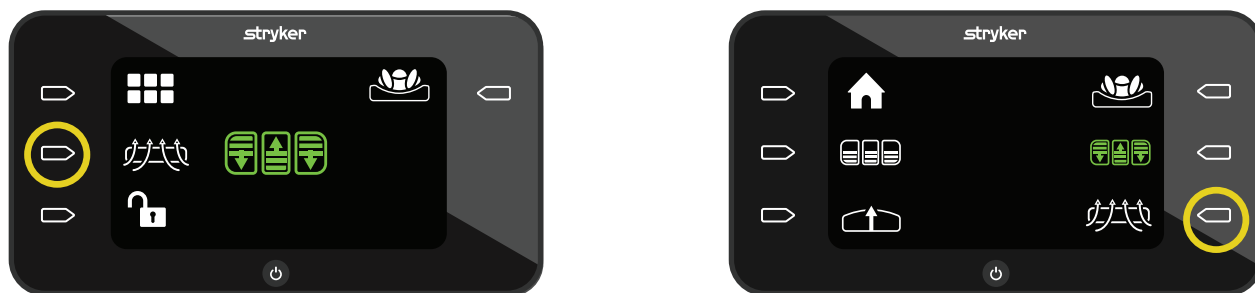

Figure 36 – FPA désactivée
1. Pour activer la FPA, appuyer sur le bouton d'**action** en regard de l'icône **FPA désactivée** (Figure 36).